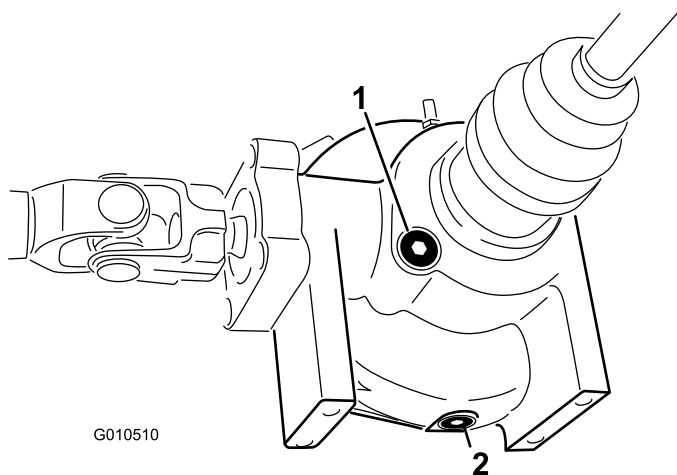

Bild 20
2. Reinigen Sie den Bereich um die Füll-/Prüfschraube seitlich am Differenzial (Bild 20).